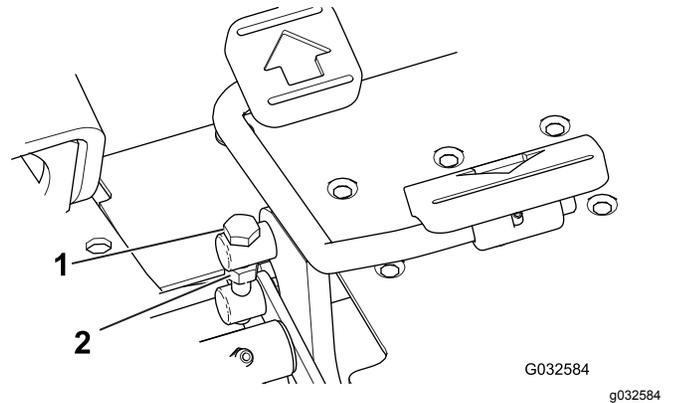

Figure 45
1. Desserrez l'écrou de blocage sur le boulon de tourillon, sur le côté de la pédale de déplacement (Figure 45).